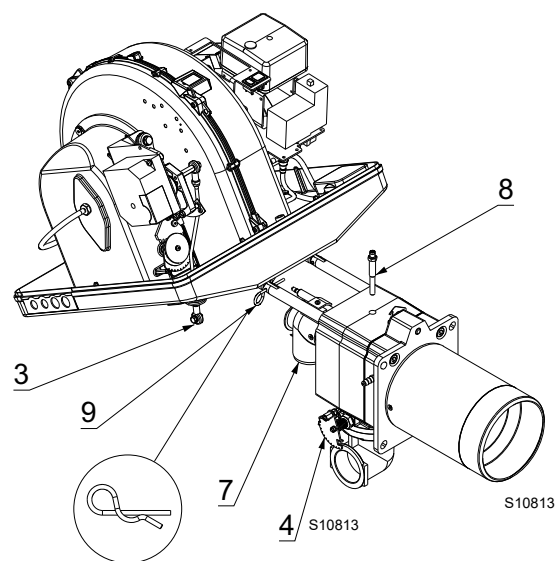

Fig. 35
- Quitar el pasador 9)(Fig. 35) y empujar el quemador hasta que esté a unos 100 mm del manguito.
- Volver a colocar el tornillo 5) y el pasador 9)(Fig. 35) y, con cuidado, tirar de los cables de la sonda y del electrodo hacia afuera, hasta someterlos a una ligera tensión.
- Volver a enganchar la rótula 3) en el sector graduado 4)(Fig. 35).